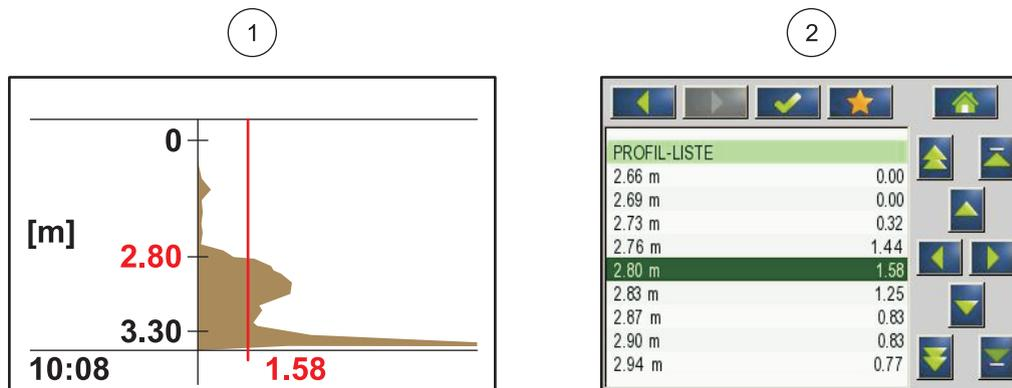

Figure 3 Profil sous forme de graphique et de liste
Les échos des couches les plus éloignées sont plus faibles que ceux des couches plus proches. Le capteur SONATAx sc compense cet affaiblissement. Sur le capteur SONATAx sc, le résultat est indiqué sous forme de profil. Les données sont affichées dans le menu de sonde CONFIG. CAPTEUR \> MAINTENANCE \> SIGNAUX de la liste profil (voir LISTE PROFIL à la page 26) ((2) Figure 3). Dans l'affichage graphique (par exemple, sc1000), le profil est affiché dans l'opération de mesure sous forme de graphique ((1) Figure 3).